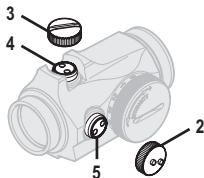

Fig. 2 Retire las tapas
- Abra las tapas de los objetivos (11) y (12).
- Haga girar el conmutador giratorio (8) hacia la derecha hasta que el punto rojo tenga una intensidad adecuada para el contraste respecto al blanco.
- Para acceder al tornillo de ajuste de la elevación (4) y al tornillo de ajuste de la deriva (5), retire la tapa de ajuste (2) y la tapa (3). Consulte la Fig. 2.